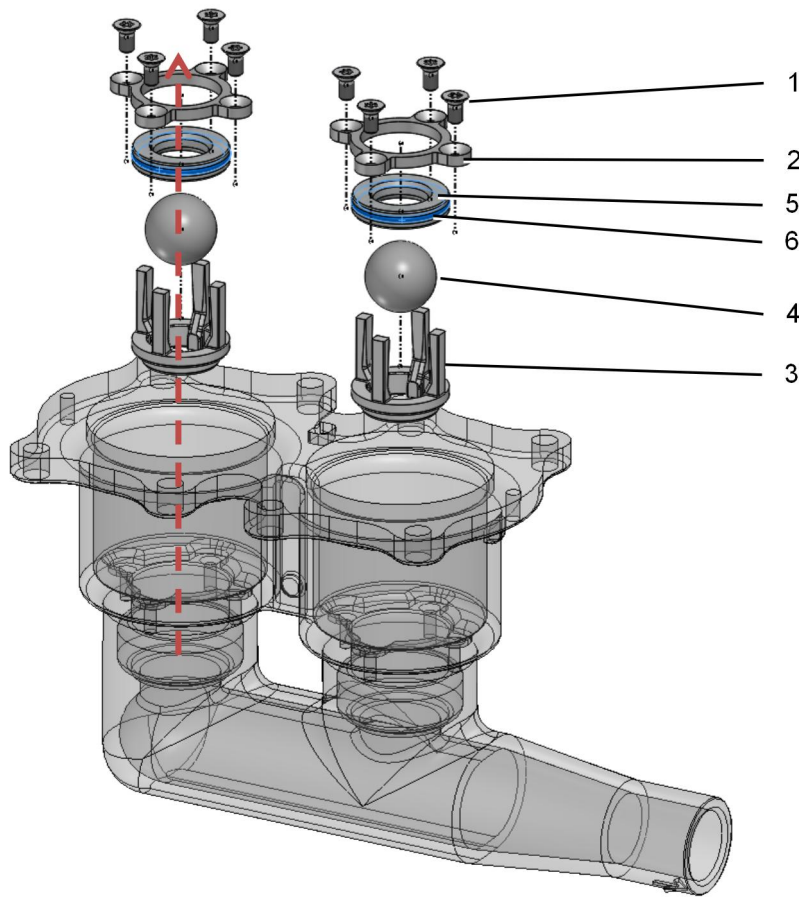

图 6-3：缸盖内介质阀的拆卸
1. 用一把 4 mm 的内六角扳手将八个 M6x16 圆柱头螺栓 (1) 全部拆下（图 6-3：缸盖内介质阀的拆卸）。
2. 取下两个端盖 (2)。
3. 将两个阀座 (5) 连同 O 型圈一起取出。
4. 取下两个支架 (3) 和球体 (4)。